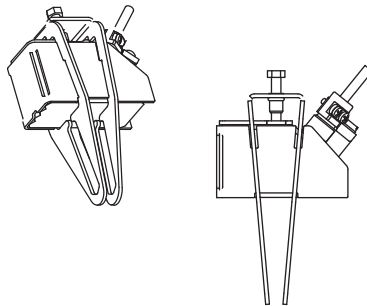

Fig. 3.8: Capteur dans le dispositif de fixation des capteurs
- Insérez le capteur dans le dispositif de fixation des capteurs (voir Fig. 3.8).